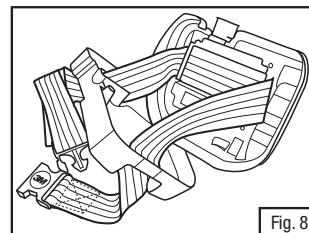

Fig. 8
- Faire passer la ceinture dans les fentes situées dans le couvercle arrière et replacer la plaquette de retenue arrière sur l'ensemble (Fig. 8).